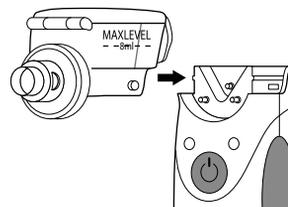

Рис.4
1. Вставьте ингаляционную камеру в пазы в верхней части основного блока до щелчка (рис.4).